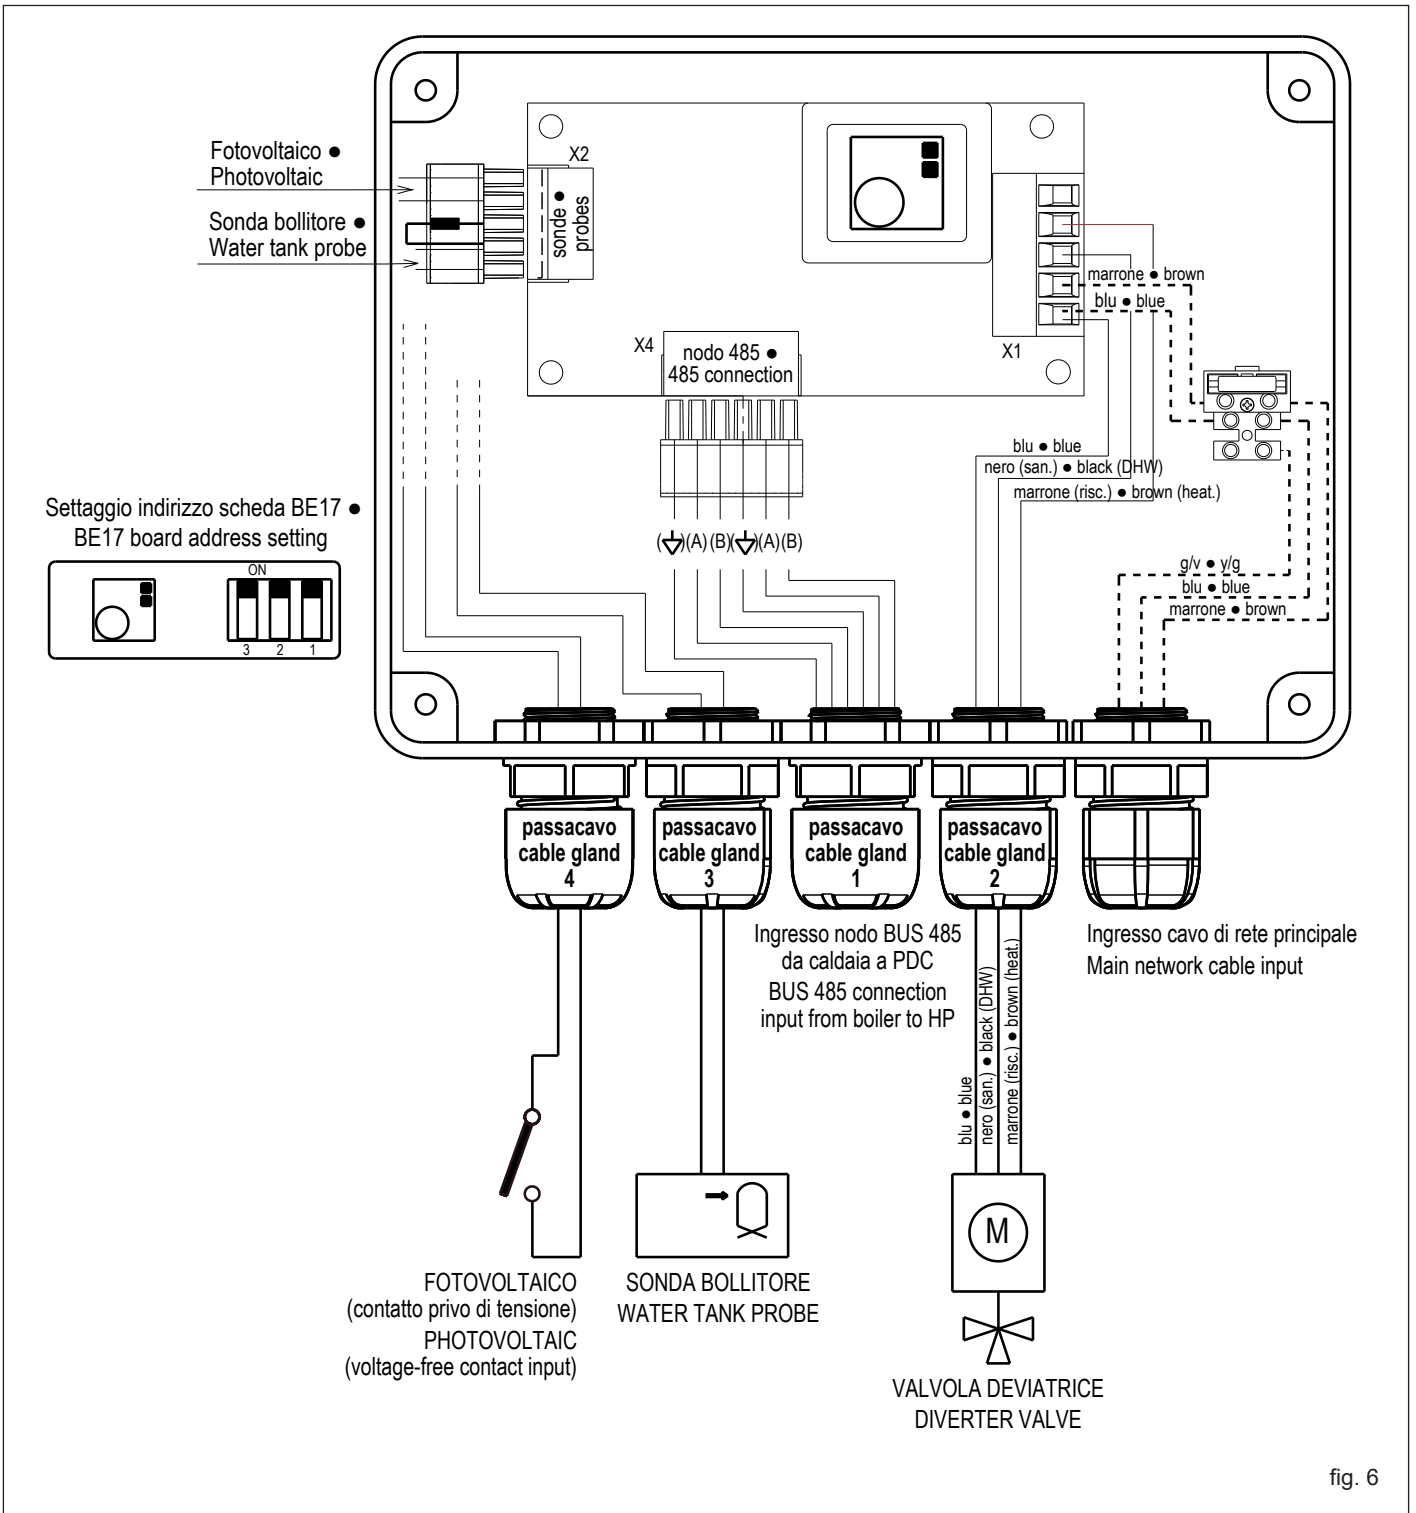

fig. 6
- ⚠ **Per i collegamenti fare riferimento allo schema elettrico (fig. 6).**
- ⚠ **For the connections refer to the electrical diagram (fig. 6).**
- Collegare al connettore 6-poli X4 della scheda elettronica BE17 i cavi BUS di comunicazione di sistema (Lmax = 30m) come indicato nello schema elettrico dopo averli inseriti nel **passacavo 1** (fig. 6).
- Collegare al connettore 5-poli X1 il cablaggio collegamento valvola miscelatrice in dotazione dopo averlo inserito nel **passacavo 2** (fig. 6).
- Connect the system communication BUS cables (Lmax = 30m) to the 6-pole X4 connector of the BE17 electronic board as indicated in the electrical diagram after inserting them into **cable gland 1** (fig. 6).
- Connect the supplied mixing valve connection wiring to the 5-pole X1 connector after inserting it into **cable gland 2** (fig. 6).
- Collegare al connettore 5-poli **X2** il cavo sonda in dotazione dopo averlo inserito nel **passacavo 3**, fare riferimento allo schema elettrico (fig. 6).
- collegare i 2 fili provenienti dal fotovoltaico (contatto pulito privo di tensione) al connettore 5-poli **X2** come riportato nello schema elettrico (fig. 6) dopo averlo inserito nel **passacavo 4**.
- Connect to the 5-pole connector **X2** the supplied probe cable after inserting it into the **cable gland 3**, refer to the electrical diagram (fig. 6).
- connect the 2 wires coming from the photovoltaic (voltage-free contact input) to the 5-pole connector **X2** as indicated in the electrical diagram (fig. 6) after inserting it into the **cable gland 4**.